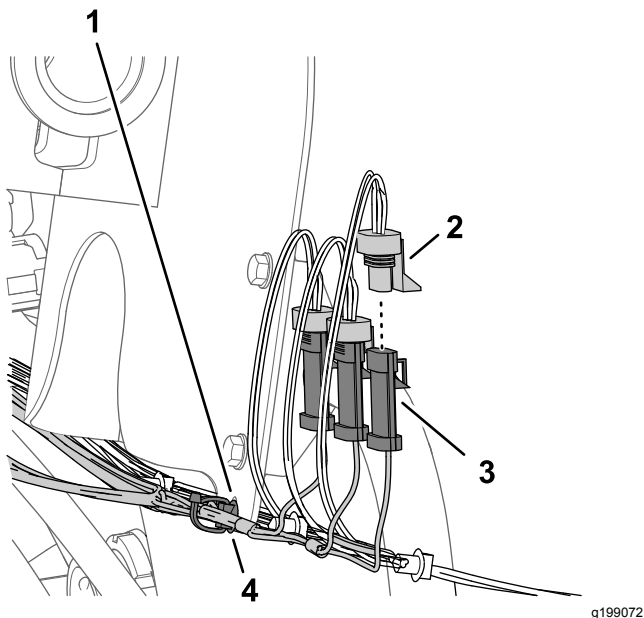

図 86
1. 89cm の枝線についている 3 ピンコネクタLEFT SPRAYというラベルがついているものを車両のワイヤハーネスのLEFT SPRAY VALVEというラベルがついている 3 ソケットコネクタに接続する 図 86。
2. キットの枝線についている 3 ピンコネクタCENTER SPRAYというラベルがついているものを車両のワイヤハーネスのCENTER SPRAY VALVEというラベルがついている 3 ソケットコネクタに接続する 図 86。
3. キットの枝線についている 3 ピンコネクタRIGHT SPRAYというラベルがついているものを車両のワイヤハーネスのRIGHT SPRAY VALVEというラベルがついている 3 ソケットコネクタに接続する 図 86。
4. キットの枝線の押し込み型ファスナを、フローメータのブラケットのフランジについている穴に差し込む 図 86。